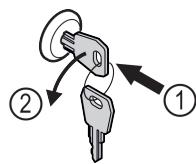

Fig. 160
- Вставьте ключ. *Fig. 160 (1)*
- Поверните ключ на 90° против часовой стрелки. *Fig. 160 (2)*